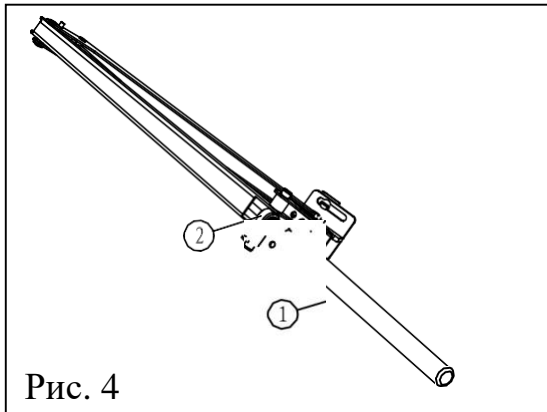

Рис. 4
3. Закрепите цилиндр (1) в корпусе цилиндра (2). См. рис. 4.